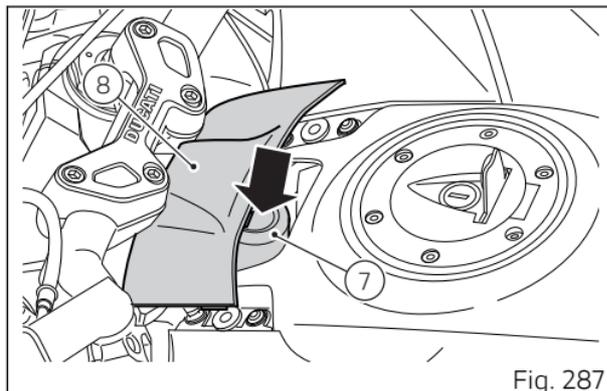

Fig. 287
La (Fig. 287) indique la position du bloc Hands Free (7), avec le cache de protection (8) et la (indique la position de l'antenne (6).